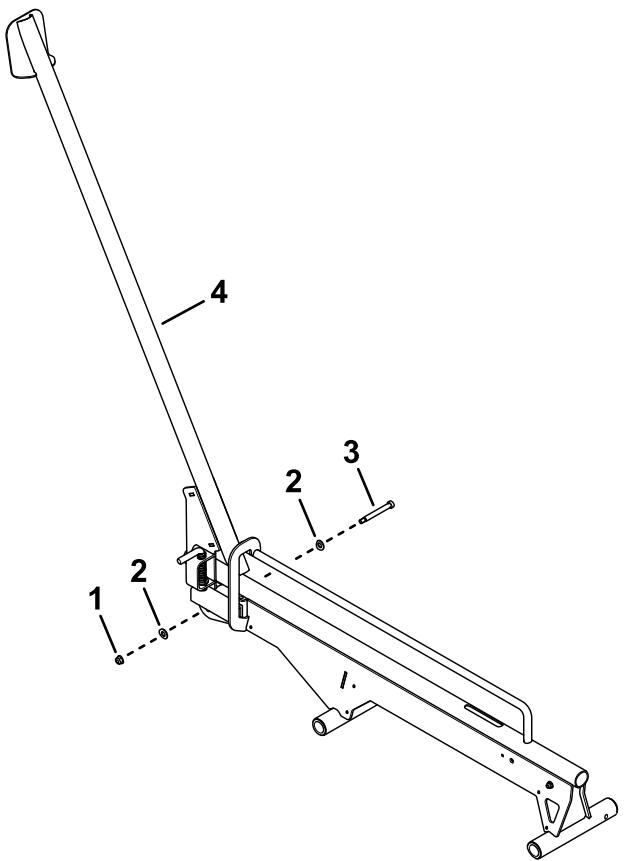

**Figure 5**
7. Accrochez le ressort à la butée de roue et au boulon à l'intérieur de la glissière (Figure 5).